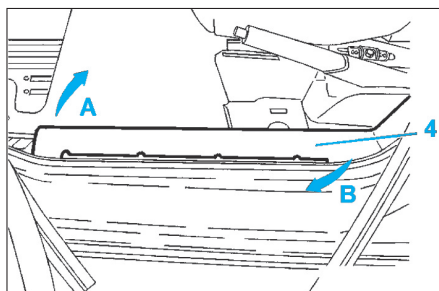

Fig. 20
- Déposer (Fig.20) :
- la baguette de seuil (4) de la porte conducteur selon les flèches (A) et (B).